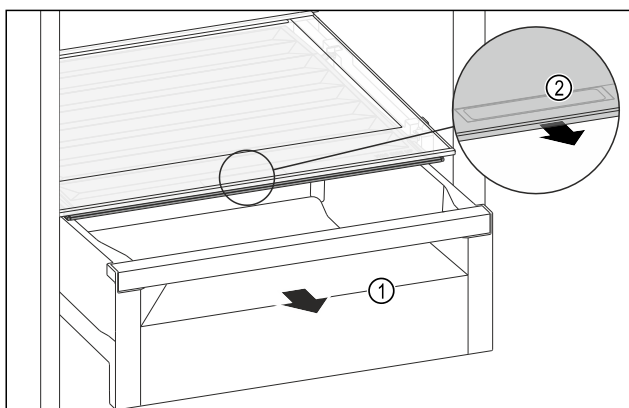

Fig. 137
- ▶ Tõmmake sahtel Fig. 137 (1) välja.
- ▶ Haarake laekakaanel haardesüvendist Fig. 137 (2) ja tõmmake laekakaant samaaegselt ettepoole välja.